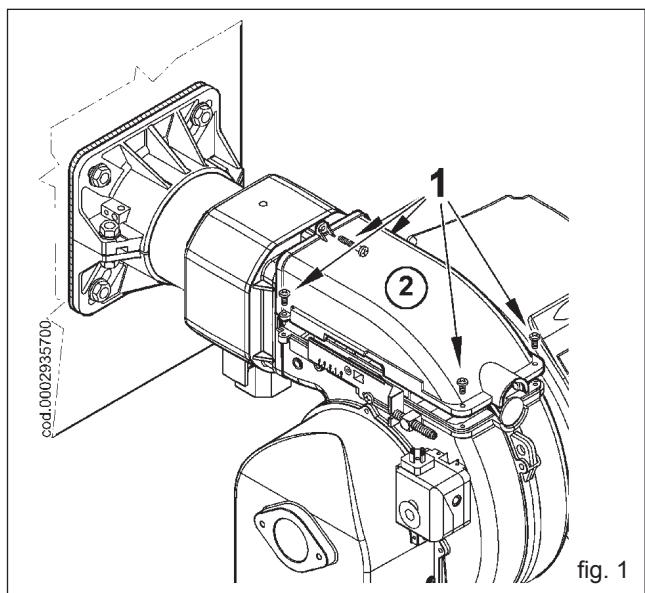

fig. 1
- 1) 松开螺丝1并移开盖子2 (figure 1).
- 2) 松开联接燃气混合器(6)到输送管上的螺丝(5)。(figure 1)。
- 3) 将弯头(4)和混合单元(6)旋转180°,用这样的方法可以上输入燃气管道向上(figure 1)。再次固定混合单元和向前推进杆到燃气输送管上。